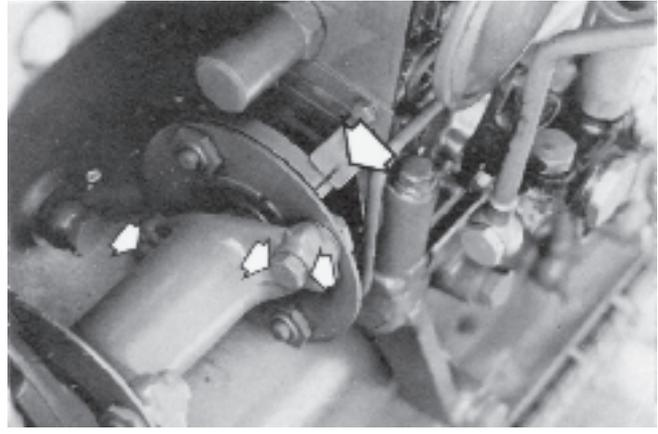

Fig. 126. Accouplement de pompe, série 70
6. **Série 70** : déposer la tôle de protection au-dessus de l'accouplement et enlever les vis de l'accouplement (figure 126). **ATTENTION ! Les écrous doivent être immobilisés afin d'éviter d'endommager les disques d'acier.**
4. Tourner la pompe pour faire coïncider le trait de repère sur le flasque de l'arbre de pompe avec celui sur la plaque de réglage, sur le côté de la pompe (figure 126) ou en face de la plaque de réglage si celle-ci n'a pas de repère (pompe neuve).
6. Repousser en arrière l'accouplement de pompe sur l'arbre de commande et réassembler la partie intermédiaire de l'accouplement avec le flasque de la pompe. Veiller à ce que les rondelles en coupole soient placées entre le flasque arrière et les disques d'acier. Serrer les vis de l'accouplement (figure 126).